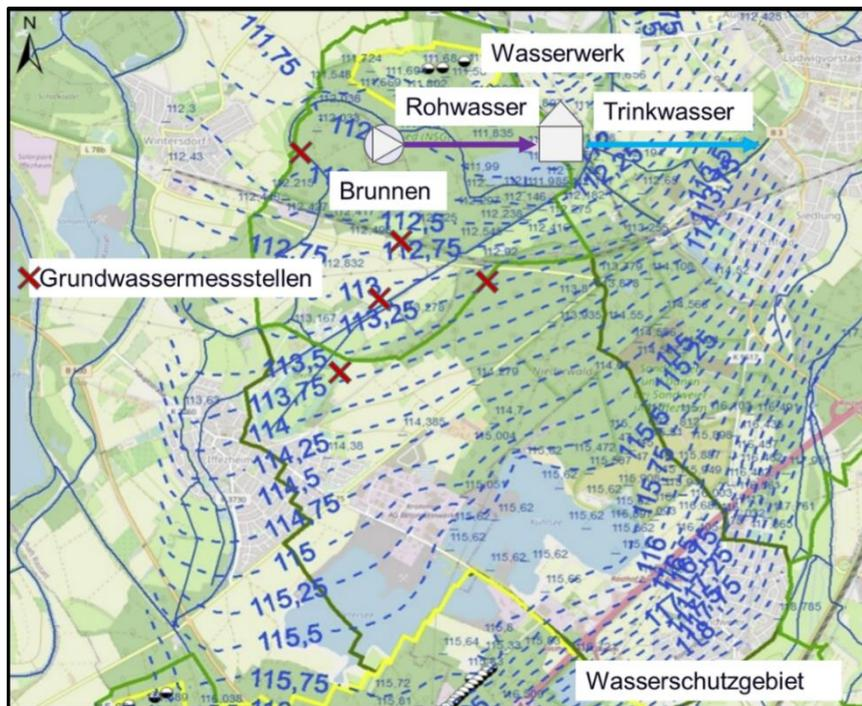

Abbildung 1: Beispiel von Probenahmestellen im Wasserschutzgebiet
- ☑ **Auswahl der Messstellen:** Es gilt, die Standorte für die Probenahme möglichst so zu definieren, dass repräsentative Ergebnisse der PFAS-Quellen und der PFAS-Fahnen möglich sind (Abbildung 1). Die Messstellen können ggf. auch weiter entfernt sein, um möglichst viele Kontaminationsquellen auszuschließen. Die hydrogeologischen Faktoren wie